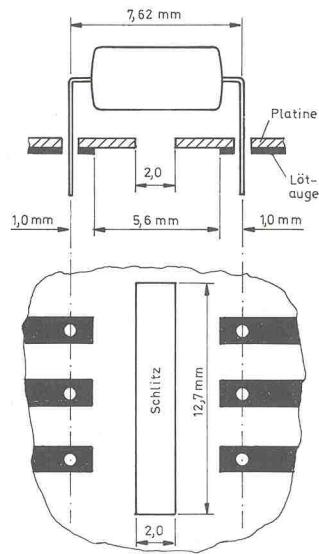
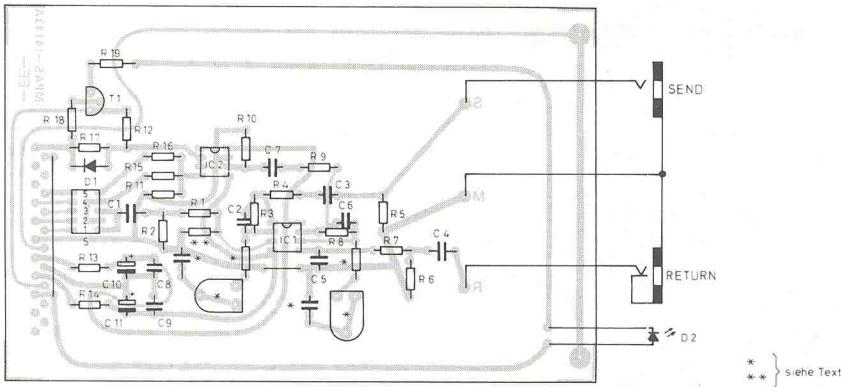

Bild 4. Durch Ausfräsen eines schmalen Schlitzes in der Leiterplatte zwischen den beiden Anschlußreihen kann man die L(ICP)-Werte beträchtlich vergrößern.
Bild 2. Bestückungsplan der Active-Insert-Platine
Die 'Montage' eines Optokopplers im Gehäuse DIL 6 in üblicher Weise auf der Platinen ist mit Problemen verbunden. Wie aus Bild 2 deutlich wird, unterschreiten sowohl der Funkenweg durch die Luft als auch der Kriechweg über die Oberfläche
Bild 2. Montiert man einen Optokoppler wie gewohnt auf einer Leiterplatte, dann entstehen Probleme mit den maximal realisierbaren 'clearance'- und 'creepage'-Abständen.
In den Fällen, in denen die anwendungsspezifischen Normen einen größeren L(ICP) als die 5,6 mm aus Bild 2 fordern, jedoch L(CL) ca. 5,6 mm betragen darf, kann man auf die in Bild 4 gezeigte Lösung ausweichen. Zwischen den beiden Reihen Lötaugen für die Beinchen des Optokopplers wird ein 2 mm breiter und 12,7 mm langer Schlitz in die Leiterplatte gefräst. Der 'creepage'-Abstand überschreitet dadurch den in den meisten höheren Sicherheitsklassen geforderten Minimalwert von 8,0 mm.
Falls Übersteuerungsprobleme im Return-Weg auftreten sollten, kann ein Dämpfungswiderstand zwischen der Return-Buchse und dem Kondensator C4 eingefügt werden. Wenn ein zu großer Ausgangssignalpegel das an der Send-Buchse angeschlossene Effektgerät übersteuert, kann der mit einem Doppelsternchen (**) gekennzeichnete Widerstand eingebaut werden. R1 sollte bei Verwendung dieses zusätzlichen Widerstands auf 100k erhöht werden. Die Dämpfung wird dabei durch den mit ** gekennzeichneten Widerstand eingestellt. In Bild 2 ist der Bestückungsplan des Active Insert zu se-
Für einen reibungslosen Bühnenbetrieb ist ein Fußschalter erfahrungsgemäß unerlässlich. Bild 4 zeigt den fertig aufgebauten Fußschalter. Wie beim Grundrahmen sind auch bei diesem Gerät Reserven vorgesehen. In dieser Bauanleitung werden nur drei Effektmodule beschrieben, der 19-Zoll-Rahmen bietet jedoch Platz für sechs Effekte. Der Fußschalter ist vorbereitet zur Fernbedienung aller sechs möglichen Effekte sowie der beiden Boosts und der Kanalumschaltung.